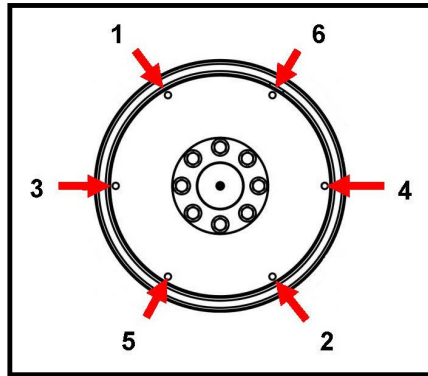

ABBILDUNG 22. REIHENFOLGE DER BEFESTIGUNG
10. Die Schrauben anziehen, um die Kupplungsscheibe in der vorgeschriebenen Reihenfolge auf dem Schwungrad zu montieren. Siehe dazu Abbildung 22 auf Seite 40.